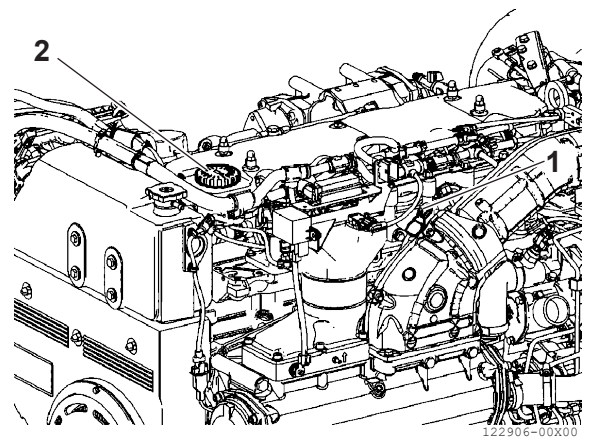

Figure 1
- Utilisez la jauge (**Figure 1, (1)**) pour vérifier que le niveau d'huile se situe entre les limites « MIN » et « MAX ».
- Si le niveau est trop bas, retirez le bouchon correspondant (**Figure 1, (2)**) et faites l'appoint par l'orifice de remplissage de la culasse en respectant les quantités indiquées à la page 35.